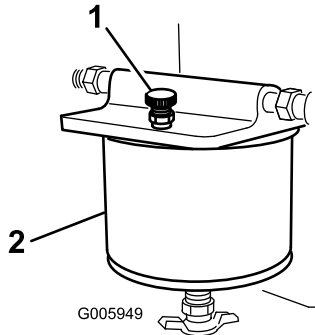

Figura 33
3. Abra el tornillo de purga de la parte superior del filtro de combustible para llenar el portafiltros con combustible (Figura 33).